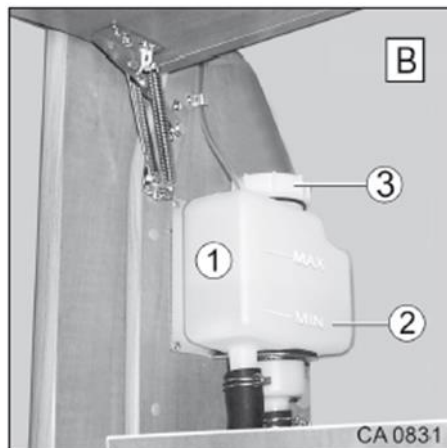

Fig. 164 Vase d'expansion
1. Tourner le raccord vissé sur le vase d'expansion (Fig. 164/3) dans le sens anti-horaire.
2. Verser le mélange de glycol dans le récipient (Fig. 164/1).
Le niveau de remplissage (à une température ambiante de 20 °C) doit se situer environ un centimètre au-dessus du repère Min (Fig. 164/2).